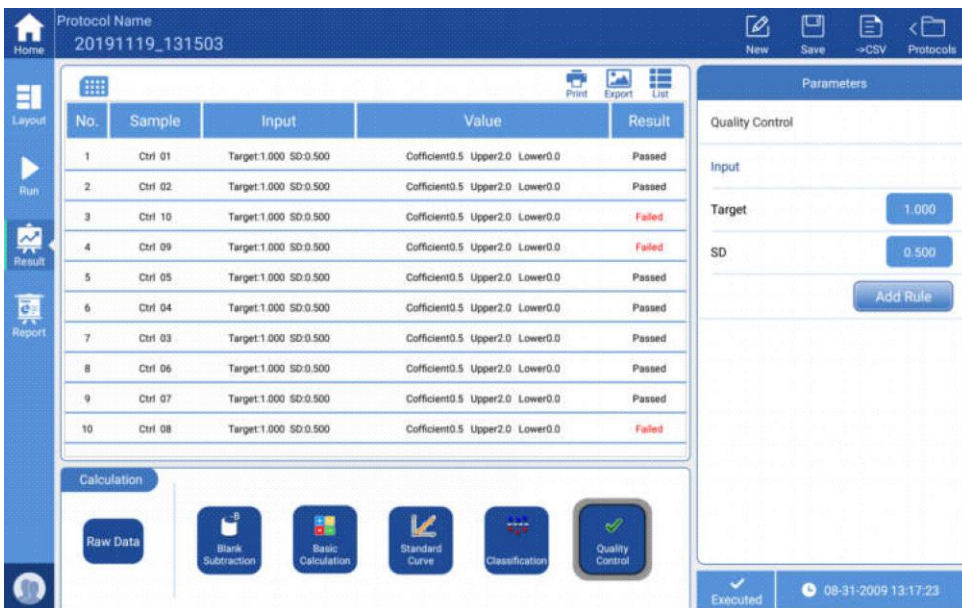

Рис. 16
- Контроль качества: По клику на кнопку “Контроль качества” на дисплее отобразится экран со списком (смотрите Рис. 16), в котором указано текущее состояние предварительно созданных (заданных) контрольных лунок, вычисленное ПО в соответствии с заявленными во вкладке “Параметры” условиями.
Выбор лунки для просмотра её динамической кривой, кнопка «График» служит для увеличения кривой (смотрите Рис. 16). Кнопка «Назад» служит для возврата на главный графический экран.